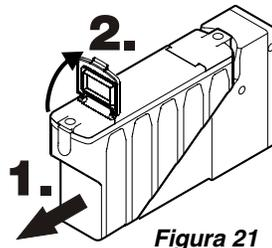

Figura 21
1. Saque el depósito de agua hasta la última posición de enclavamiento. De esta manera se puede llenar cómodamente en el aparato - **Figura 21**.
2. Abra la tapa anterior y llene el depósito en el aparato con agua por medio de una jarra o de una botella - **Figura 21**.